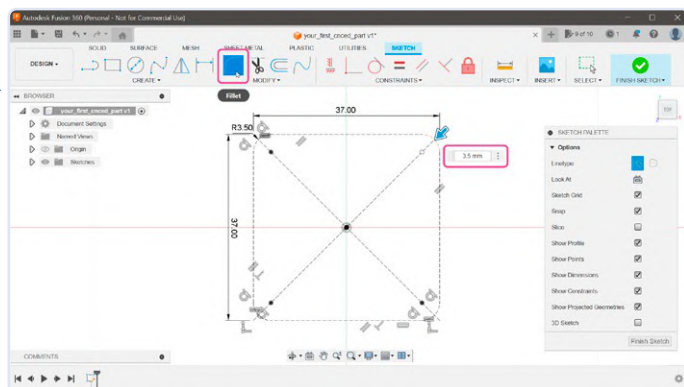

Figure 4. Arrondi des coins du boîtier.
- Le circuit imprimé a des coins arrondis et il serait judicieux que notre boîtier corresponde à cette forme (figure 4). Une mesure approximative montre que le rayon des coins est d'environ 3,5 mm. Dans la barre d'outils, sélectionnez l'outil **Fillet** et cliquez sur toutes les lignes extérieures individuellement. Entrez 3,5 mm pour la valeur **Fillet Radius**.